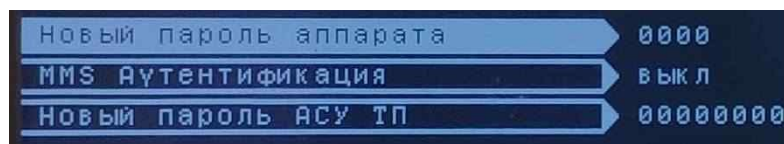

Рисунок 17 – Підрозділ «Зміна пароля»
2.3. «Зміна пароля» - підрозділ призначений для зміни раніше встановленого пароля (див. рисунок 17).